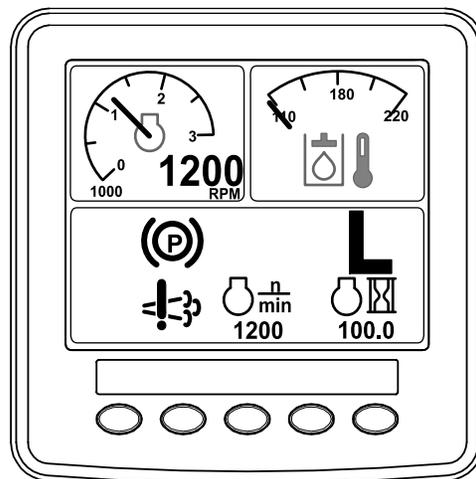

図 64
- インフォセンターに、リカバリ再生要求アイコンが表示されます 図 64。